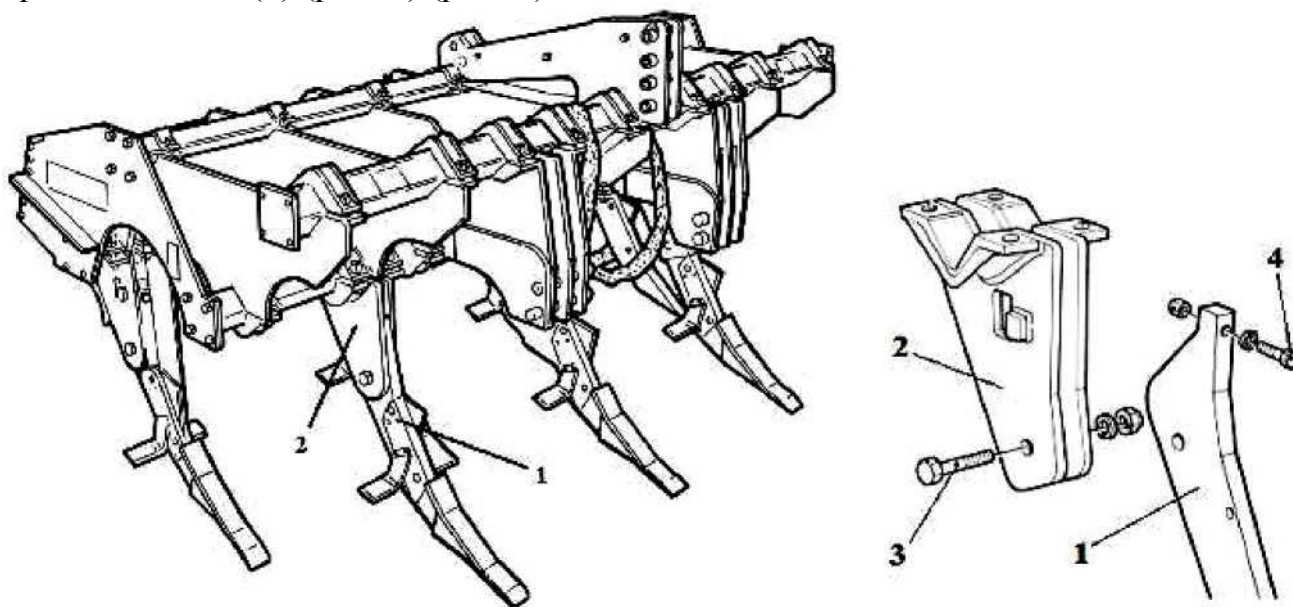

Рисунок 2.
- Смонтируйте стойки (1) на кронштейны (2) при помощи крепежного болта (3) и срезного болта (4) (рис. 1) (рис. 2).